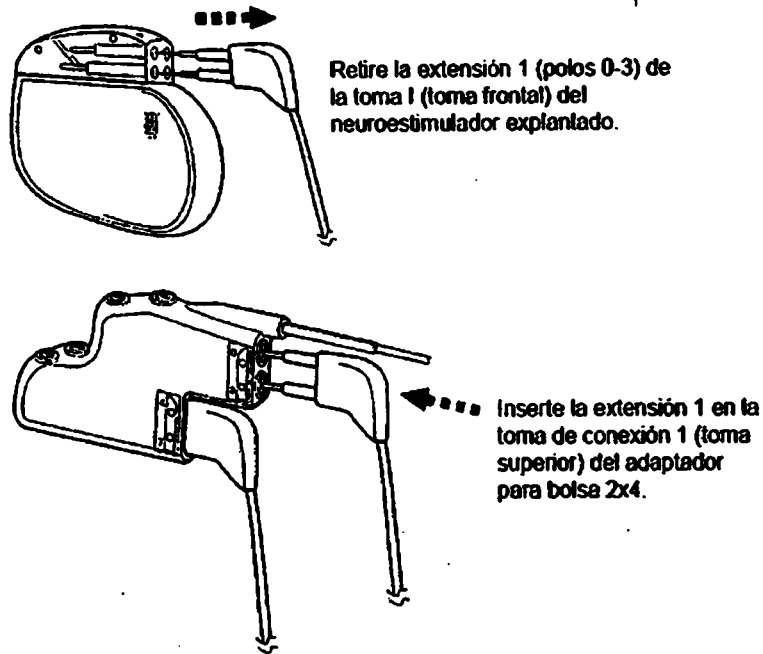

Figura 5. Retire la extensión 1 de la toma 1 del neuroestimulador explantado e introdúzcala en el puerto de conexión 1 del adaptador para bolsa 2x4.
5. Retire la extensión 1 de la toma I (toma frontal) del neuroestimulador implantado (Figura 5).
8. Introduzca las clavijas de conexión de la extensión 1 en el puerto de conexión 1 (puerto superior) del adaptador para bolsa 2x4 hasta que queden totalmente encajadas (Figura 5).